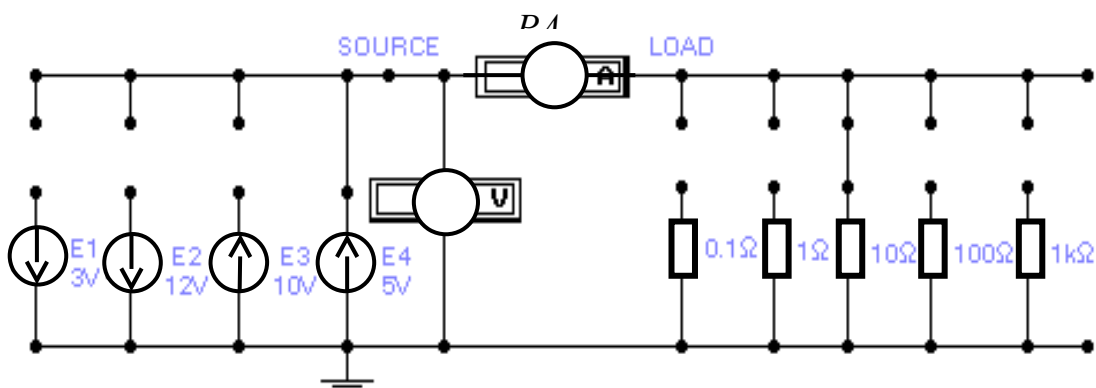

Рисунок 2 – Схема эксперимента
- 3.1.3 Нарисовать схемы цепи (рисунок 2 и 3).
3.2.2 «Собрать» цепи (рисунок 2 и 3).
3.2.3 Размыкая и замыкая переключки у резисторов и источников ЭДС измерить напряжения и токи (рисунок 2).